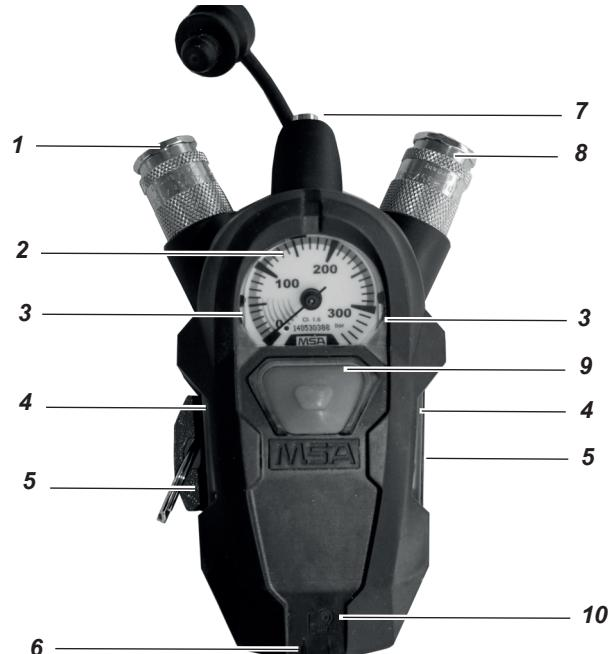

Fig. 1 Vista general del SingleLine SCOUT
El SingleLine SCOUT (véase Fig. 1) está conectado en el extremo del SingleLine de un equipo de protección respiratoria autónomo de aire comprimido correspondiente de MSA. Está formado por un manómetro (2), la conexión para el regulador a demanda (8) y por un dispositivo de aviso acústico (7) (silbato). Emite una señal de aviso continua cuando la presión de la botella desciende de 55±5 bar. La segunda conexión (1) se conecta a un segundo regulador a demanda (por ejemplo, conjunto de rescate o RespiHood).